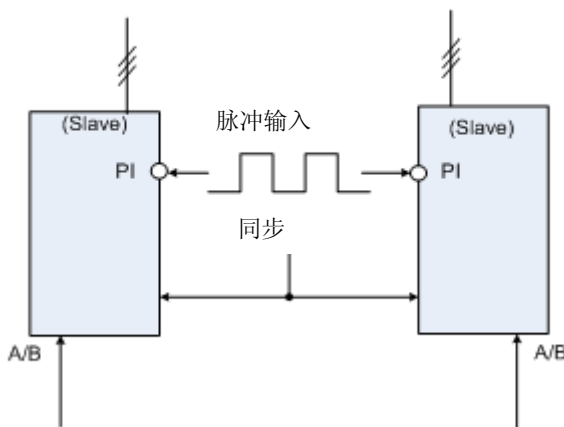

图 4.3.30 脉波输入之同步化操作
- 将脉波输入(端子PI)所收到的串行脉波转换成一同步化的频率指令,而同步化指令(SYNC)使频率参考可被执行。关于使用脉波输入的同步化操作,参照图4.3.30。